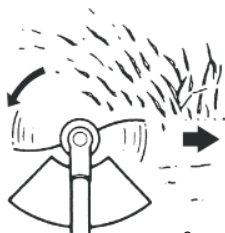

рис. 8
1. Держите бензокосу во время работы таким образом, чтобы косильная головка не косалась постоянно земли. Рис. 8.